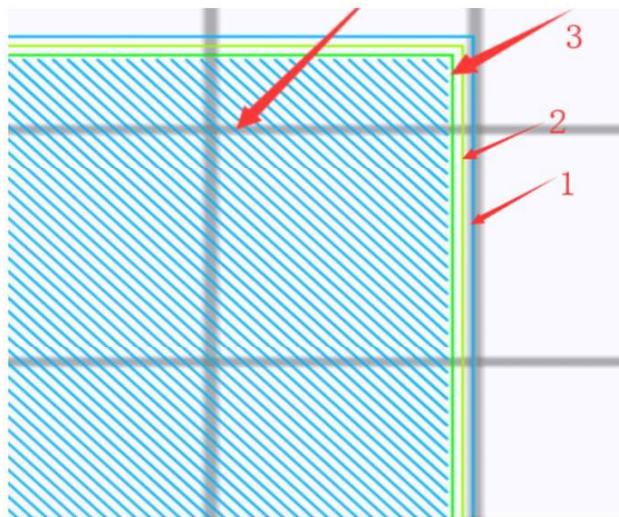

图 42
2.表面层额外轮廓数：即在模型与打印底板贴合的表面外圈轮廓处增加轮廓数，使模型底面具有更大的径向分布，适应收缩，防止翘边；如图42 标注3 所示。